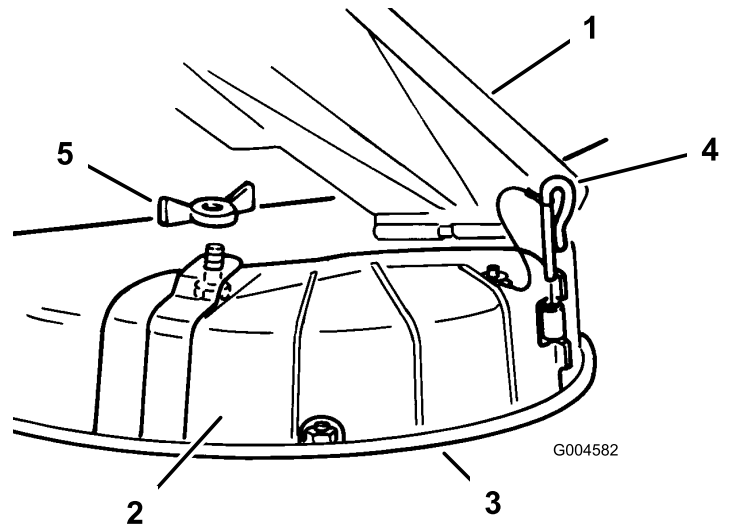

Figure 24
3. Retirez l'écrou à oreilles et le boulon qui fixent l'obturateur d'éjection en place (Figure 24). Conservez toutes les pièces pour un usage ultérieur.
4. Enlevez l'axe de charnière qui fixe l'obturateur au plateau de coupe (Figure 24).